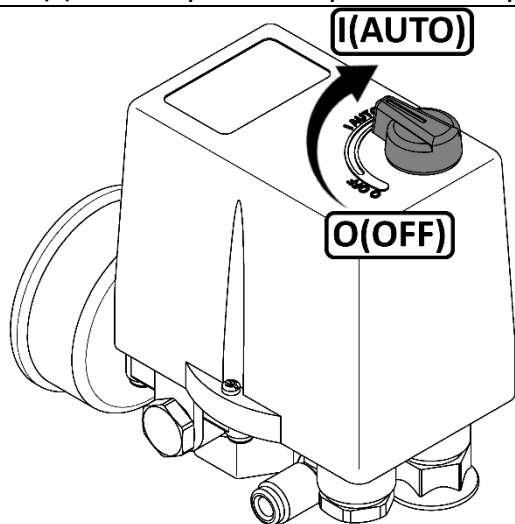

Рисунок 3
- Проверьте, чтобы выключатель на прессостате находился в выключенном положении "OFF" (см. рисунок 3).
- Выключить компрессор выключателем на прессостате. Для этого необходимо переключить выключатель в положение "O" или "OFF", в зависимости от исполнения (см. рисунок 3). После этого остановится электродвигатель и произойдет сброс давления из нагнетательного воздухопровода и поршневого блока.
Для пуска компрессоров СБ4/С-50.LB24, СБ4/С-100.LB24 после срабатывания защиты выполните следующие действия: после того, как двигатель остынет до допустимой температуры переключите выключатель на прессостате в положение "OFF" (см. рисунок 3), а затем включите компрессор переключив выключатель в положение "AUTO".